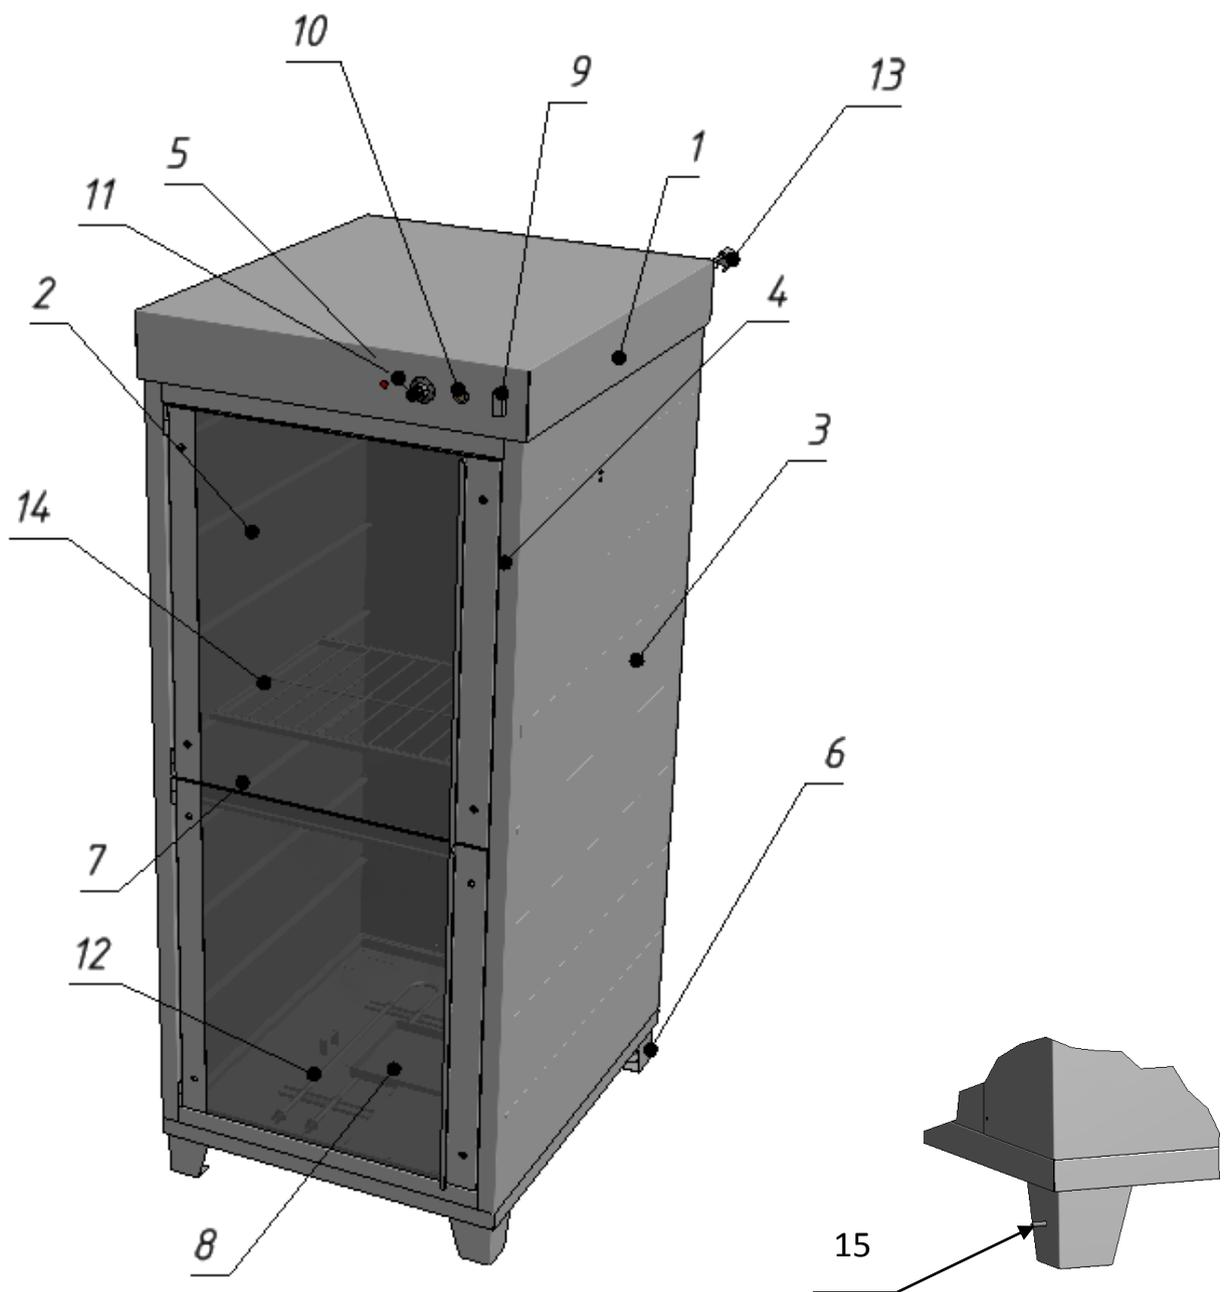

Рис. 2
- 5.3. Подсоединить заземление корпуса установки рис.2 поз.15 к заземляющему контуру помещения согласно ГОСТ 27570.0-87.
- 6.2. Включить установку, включив автоматический выключать эл. сети поз.9 рис.2.
- 6.4. Задать необходимую температуру расстойки поворотом ручки терморегулятора поз.5 (Рис.2).
- 6.5. Нажать кнопку переключателя поз.10 рис.2, включится пускатель, и загорается сигнальная лампочка поз.11 рис.2. При этом установка начинает работать в режиме «Расстойка» (ТЭН нагревает воздух в камере). В дальнейшем терморегулятор будет поддерживать заданную температуру в камере.
- 6.6. При необходимости для увлажнения теста и препятствию образования корочки в ванночку поз.8 (Рис.2) наливают воду. Пополнять воду в ванночке по мере испарения, не допуская переливания воды через край.
- 6.8. При окончании работы установки выключить кнопочный переключатель поз.10 Рис.2, провести чистку рабочей камеры специальными чистящими средствами, обмыть и вытереть насухо.